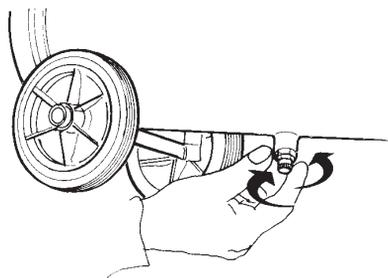

fig. 4
- controleer of de condensaatuitlaatkraan (fig. 4) onder het reservoir gesloten is;
- De condensaatafvoerdop verwijderen indien er in het reservoir druk is (fig. 4).
Alvorens ook maar een enkele ingreep op de compressor uit te voeren dient te stekker uit het stopcontact getrokken te worden en de druk uit het luchtreservoir te worden ontladen met 'oehulp van de condensaatuitlaatkraan (fig. 4). Men dient de dop langzaam los te schroeven en de lucht er langzaam uit te laten gaan omdat er zich in het reservoir metalen residuen kunnen bevinden. Het juist en regelmatig onderhoud van Uw compressor verzekert een goede werking en een langdurig gebruik.
Condensaatafvoer (fig. 4)